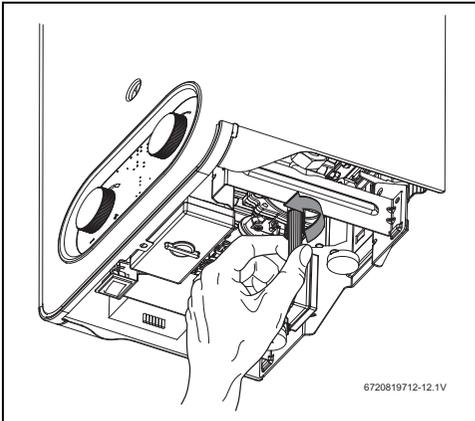

Fig. 12 Tornillo de purga
- Aflojar tornillo de purga del aparato (fig. 12).